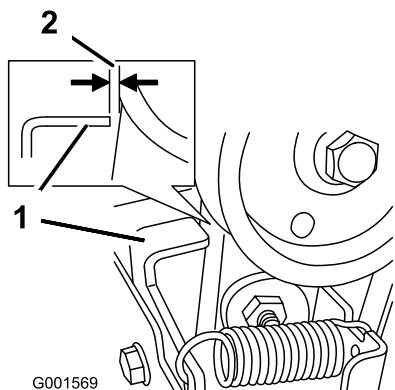

Figure 49
3. Lorsque le levier de commande de la vis sans fin/turbine est désengagé, vérifiez qu'il existe un écart de 1,5 mm (1/16 po) entre l'embrayage de vis sans fin et la patte (Figure 49).